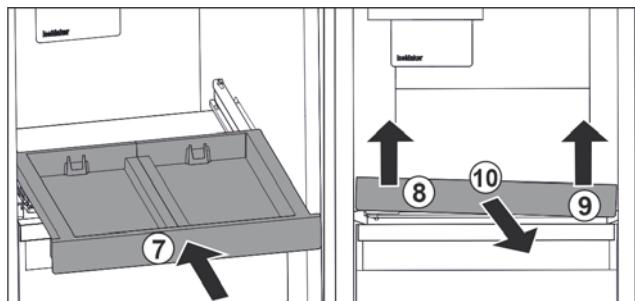

Fig. 82
- Вставьте выдвижную панель. Fig. 82 (7)
- Приподнимите выдвижную панель спереди слева. Fig. 82 (8)
- Приподнимите выдвижную панель спереди справа. Fig. 82 (9)
- Извлеките выдвижную панель движением вперед. Fig. 82 (10)